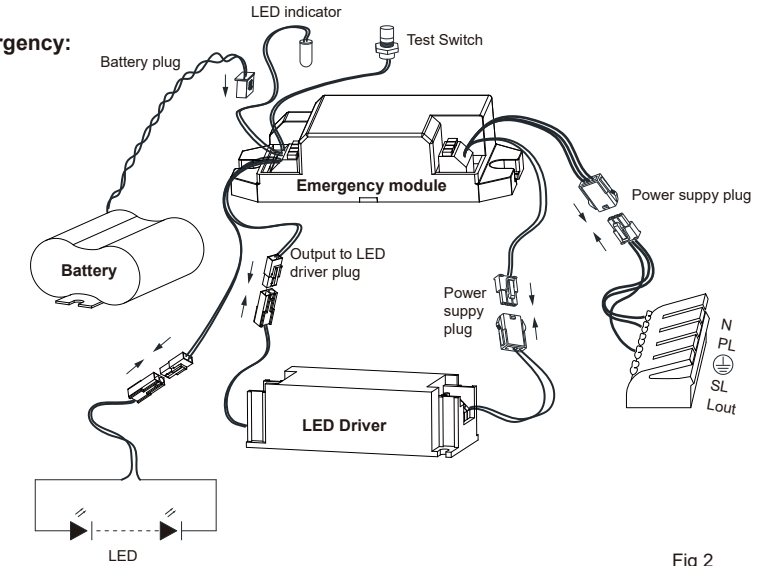

Fig 2
3. Monter le pack d'urgence sur la base du luminaire Lunate ou monter au dos de la plaque pour le luminaire ROCCO et branchez les prises comme indiqué à la figure 2. 3.